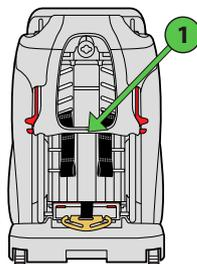

Figura 96
Pase el arnés de los hombros por debajo de la parte inferior de la funda del respaldo del asiento (1), como se muestra en la **Figura 96**.